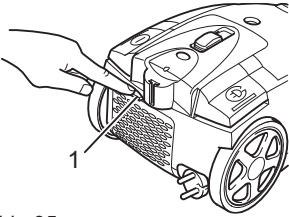

Abb. 25
2. Öffnen Sie die Ausblasfilter-Abdeckung. Drücken Sie dazu die Entriegelung (Abb. 25/1) nach unten und ziehen Sie die Ausblasfilter-Abdeckung nach hinten heraus.